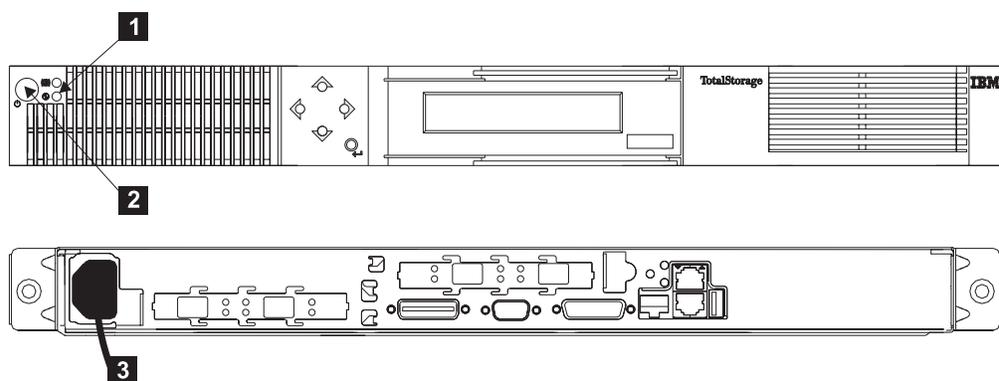

図 82. SAN ボリューム・コントローラーからの電源ケーブルの取り外し
1. SAN ボリューム・コントローラーの電源ライトを検査します。ライトがオンであったら **1**、2 に進んでください。ライトがオフまたは明滅のいずれかの場合は、電源は SAN ボリューム・コントローラーから除去されています。4 (161 ページ) に進みます。図 82 を参照。